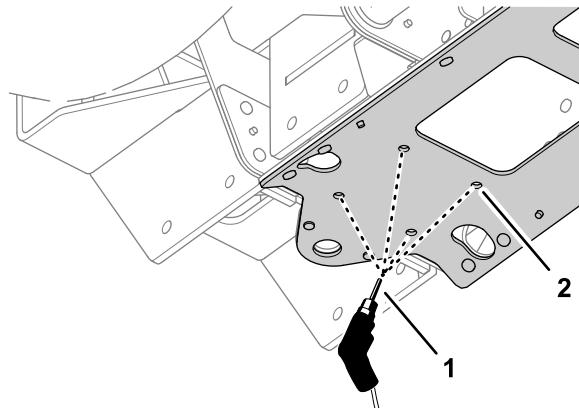

Bild 51
7. Bohren Sie vier 10 mm große Löcher an den in Schritt 6 ausgestanzten Markierungen in die mittlere Kanalplatte, wie in Bild 51 dargestellt.